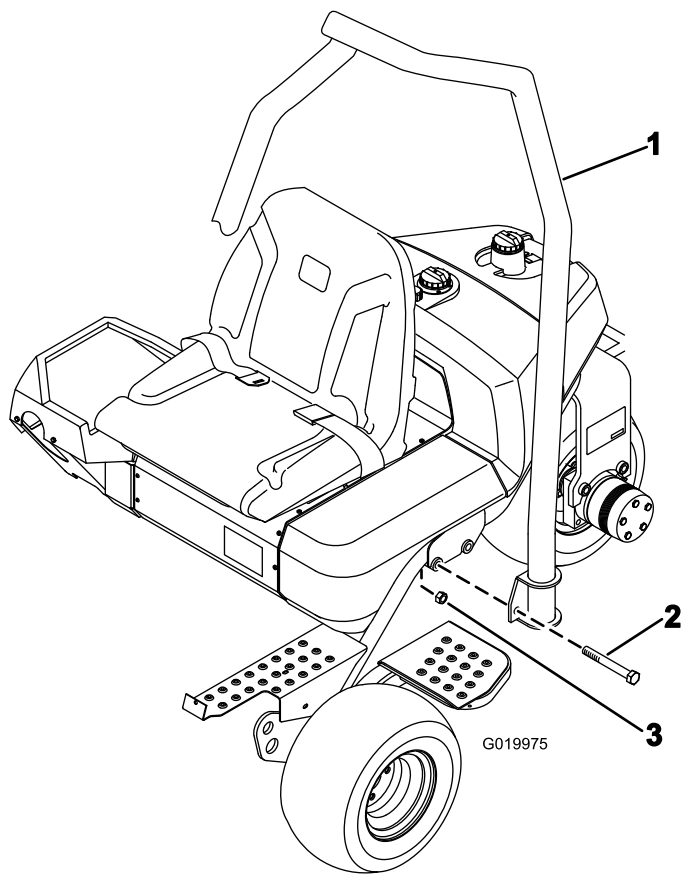

Figura 4
1. Disponete il roll-bar in modo che l'estremità del tubo sia curvato verso la parte anteriore della macchina (Figura 4).
2. Abbassate il roll-bar sul telaio, allineandolo con i fori di montaggio (Figura 4).
3. Fissate ogni lato del roll-bar al telaio con 2 bulloni ($\frac{5}{8}$ " x $4\frac{1}{2}$ "") e dadi di bloccaggio come mostrato in Figura 4.